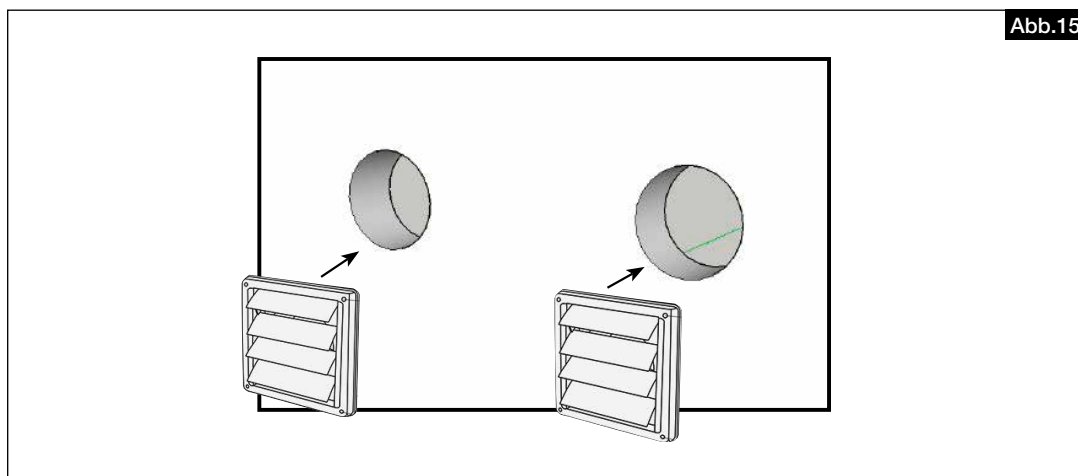

Abb.15
9. Schutzgitter an der Außenwand anbringen (s. Abb. 15), um das Eindringen von Wasser und größeren Gegenständen in das Gerät zu verhindern (nicht im Lieferumfang enthalten).